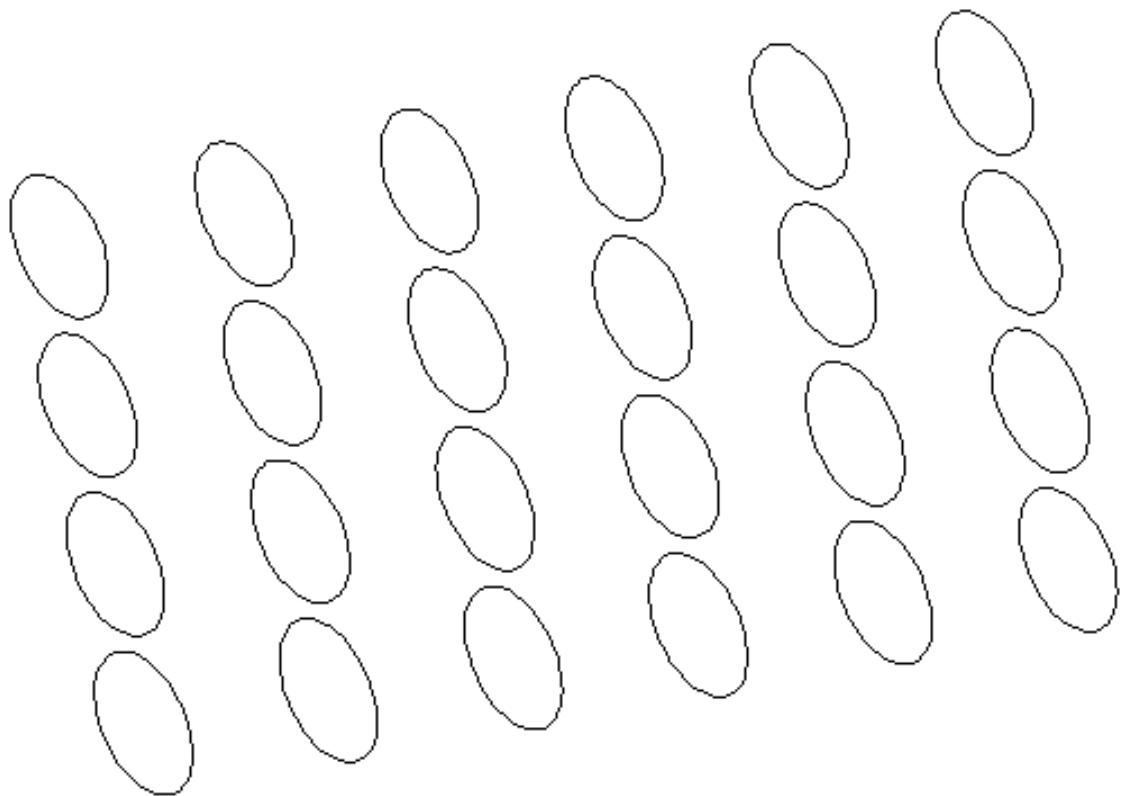

Рис. 6.8. Прямоугольный массив эллипсов под углом 10°
6. Щелкните на кнопке **Accept** (Принять) для завершения выполнения команды ARRAY. Чертеж должен напоминать показанный на рис. 6.8.